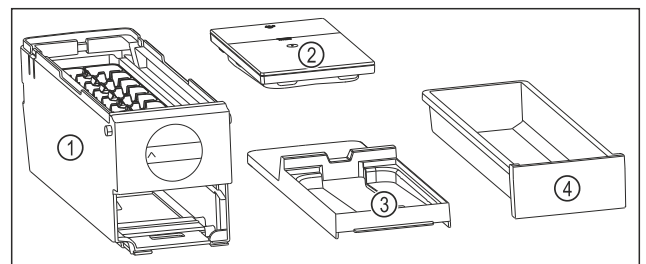

Fig. 147 Componenti dell'EasyTwist-Ice
- L'EasyTwist-Ice è scomposto in quattro parti. (vedere Fig. 147)
- Smontare l'EasyTwist-Ice scomponendo solo gli elementi rappresentati in figura. (vedere Fig. 147)
- Pulire l'intero corpo dell'EasyTwist-Ice Fig. 147 (1).